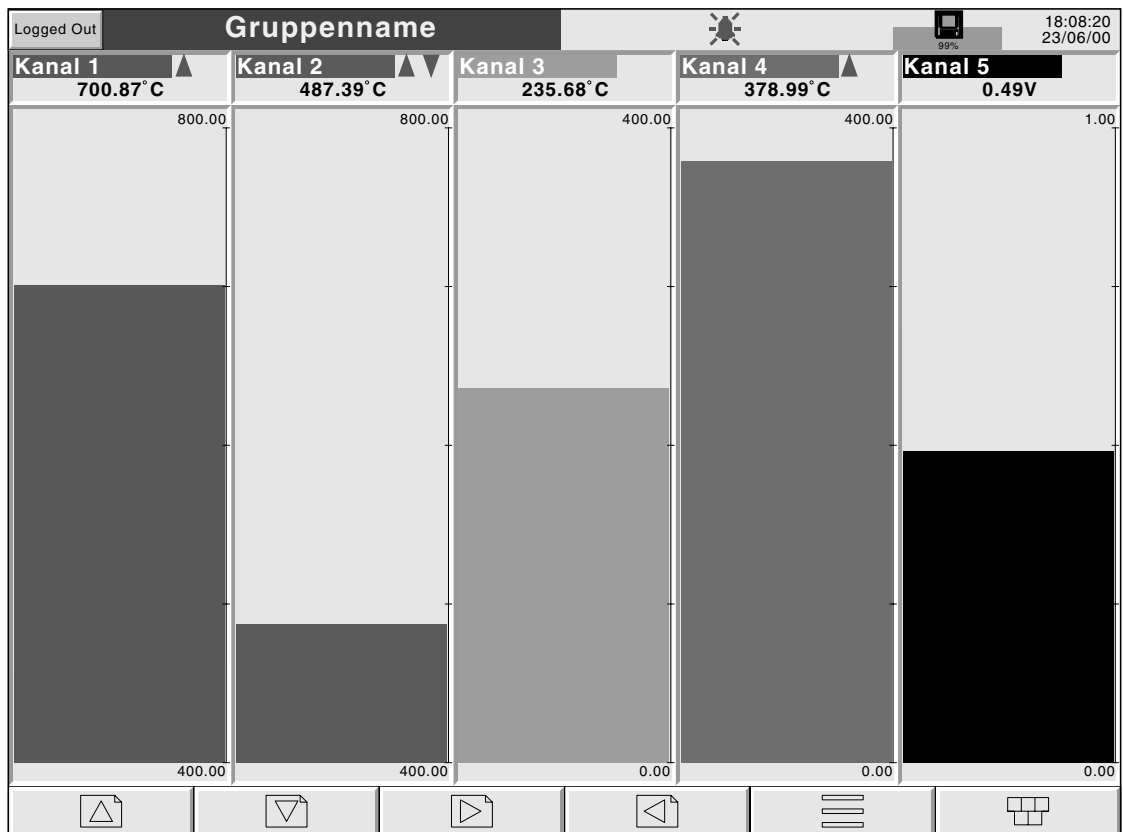

Abbildung 3.4.3a Vertikaler Bargraph (1 bis 6 Kanäle)
- Punkt-Fenster oberhalb der Balken (1 bis 6 Kanäle) (Abbildung 3.4.3a)